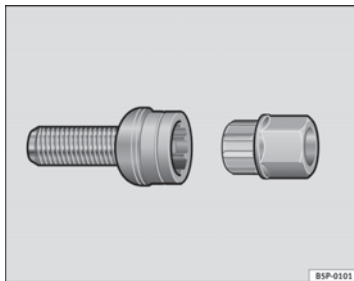

Abb. 159 Diebstahlhemmende Radschraube
- Setzen Sie den Adapter bis zum Anschlag in die diebstahlhemmende Radschraube ein ⇒ Abb. 159.